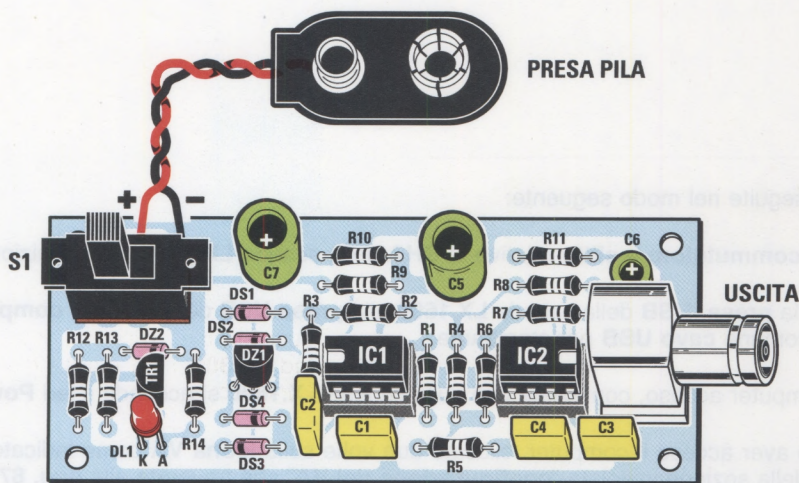

Fig.32 Disegno pratico del circuito del calibratore LX.1691.
Per misurare con precisione l'ampiezza di un segnale elettrico, come la sinusoide prodotta dal **generatore**, dovrete prima eseguire la **calibrazione** del vostro oscilloscopio e per questo dovrete procurarvi il **circuito di calibrazione LX.1691** pubblicato nella rivista **N.232** (vedi fig.32). Come vedrete, una volta eseguita, la calibrazione può essere **memorizzata** su un apposito file del vostro computer. In questo modo non sarà più necessario ripeterla, ma sarà sufficiente richiamarla ogni volta che riaccendete il computer.
- prendete il piccolo **circuito di calibrazione** siglato **LX.1691** che vedete riprodotto in fig.32. Questo circuito genera un'onda sinusoidale di **ampiezza costante**, pari a **1 Volt picco/picco**. La **frequenza** dell'onda prodotta dal circuito di calibrazione è di circa **1.200 Hz**.
Nota: chi dispone del **Minilab** nella versione **"Advanced"** e desidera eseguire l'esperienza di **"misurare una sinusoide con l'oscilloscopio"** descritta a pag.113, dovrà **richiedere a parte un cavo** con 2 BNC lungo 50 cm (cod. **RG1.05**), un **cavo** con BNC e due coccodrilli lungo 1 m (cod. **RG1.102**) e il kit del **circuito di calibrazione LX.1691** (vedi fig.32): per i relativi costi vi rimandiamo alla pag.95 della rivista **N.232**.